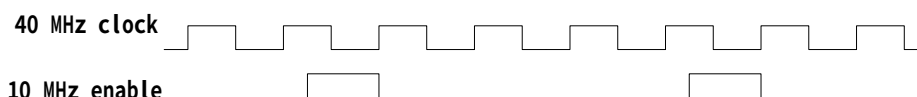

图4-62 时序关系
- (2) 设置时钟约束：第一个选项便是 clock，因为全局的时钟是最重要的约束条件。时钟周期的格式为 Period/Rise/Fall，度量单位是 ns。本例使用默认约束，默认约束是 20/0/10，频率为 50MHz。
- (3) 设置路径约束：使用路径约束来指定不同的时序分组之间的时间约束，在 FE 中将具有相同时序特性的端口或者寄存器的集合叫做一个时序分组。例如全部的输入端口和双向端口属于一个相同的时序分组；全部的输出端口和双向端口也属于一个相同的时序分组；使用时钟同一个边沿的全部寄存器属于同一个时序分组；使用同一信号同一电平有效的所有触发器属于同一个时序分组。默认情况下，路径延时使用时钟周期值，本例为“20”。
- (4) 设置多周期时序约束：设计中不是所有路径都使用一个时钟周期完成，有的路径可能需要多个时钟周期才能完成，该部分的运算速度比系统速度慢。为了减小布局布线的压力，可以使用多时钟周期路径将这个路径速度降低，也就是通常所说的慢速例外。例如在一个系统中包含一个高速的接口逻辑，工作在“40MHz”，同时它又有一个 Core 运行在“10MHz”，这个系统主时钟为“40MHz”，在内部分频得到一个“10MHz”的“ena”时钟使能信号，其时序关系如图 4-62 所示。